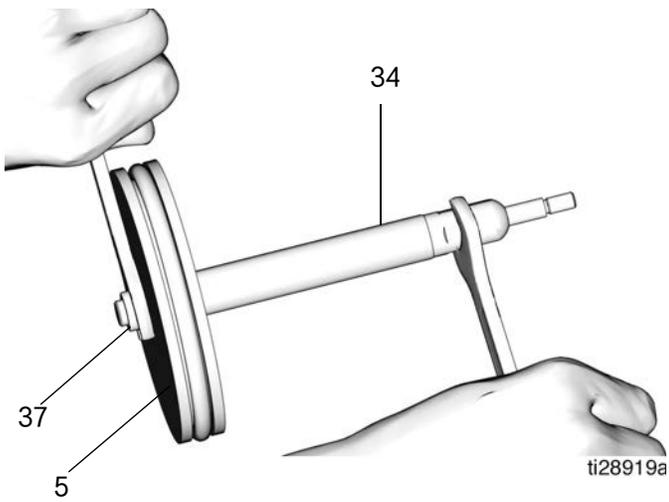

图 22
- b. 使用两个扳手,在相反方向上用力,分开活塞杆(34)和活塞(5)。使用一个扳手固定活塞杆的平端,另一个扳手用于松开螺母(37)(图22)。